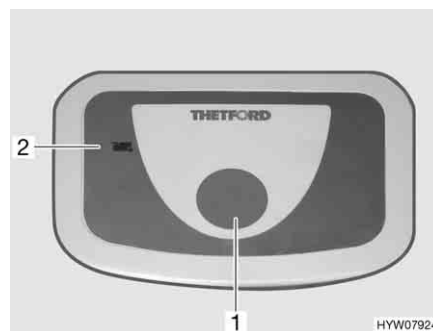

Fig. 164 Pulsante dello sciacquone/spia di controllo toilette Thetford
- Per sciacquare premere il pulsante blu (Fig. 164,1).
La spia di controllo (Fig. 164,2) si accende quando il serbatoio fecale deve essere svuotato.